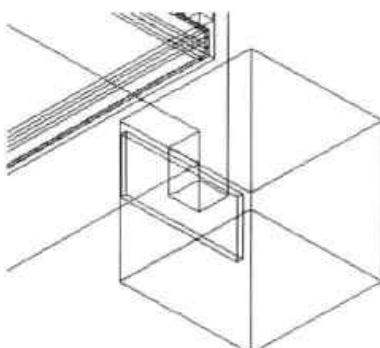

图14-70 绘制抽屉面板
**Step17** 同样执行“长方体”命令，绘制抽屉面板轮廓，并放置在柜体的适合位置，如图 14-70 所示。